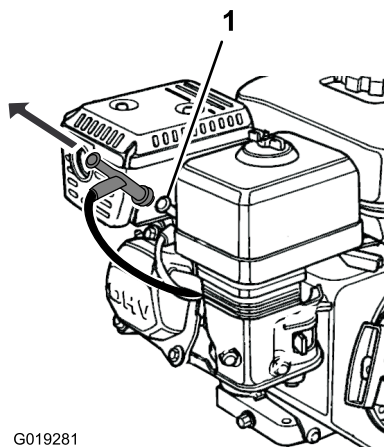

Figure 26
5. Débranchez le fil de la borne de la bougie avec précaution (Figure 26).
11. Rebranchez le fil de la bougie (Figure 26).